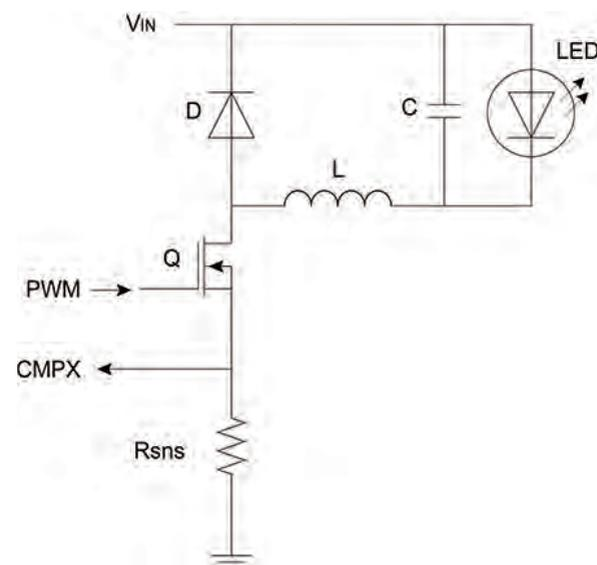

Figura 5: Topología reductora para controlar un LED o una cadena de LED
Se utiliza una topología reductora cuando la tensión directa del LED o cadena de LED es inferior a la tensión de la fuente. En esta topología, mostrada en la Figura 5, el PWM controla el interruptor (Q) y la tensión en la resistencia de sensado (Rsns) corresponde a la corriente directa del LED cuando se cierra el interruptor (Q). El comparador